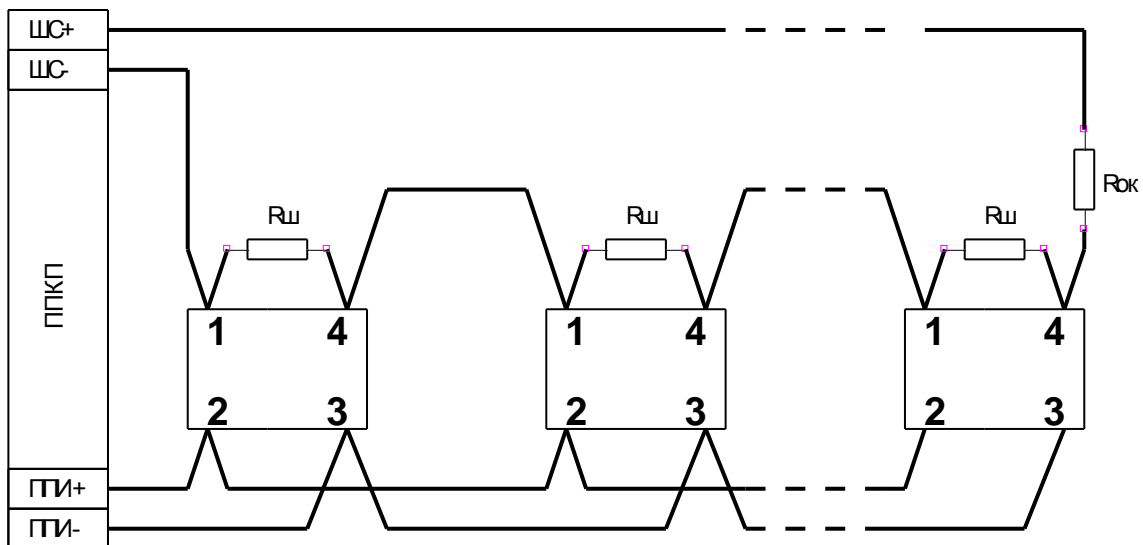

Рис. 5. Схема подключения извещателей с релейным выходом (нормально замкнутые контакты)
5.6 Схема подключения извещателей с релейным выходом приведена на рис. 5.